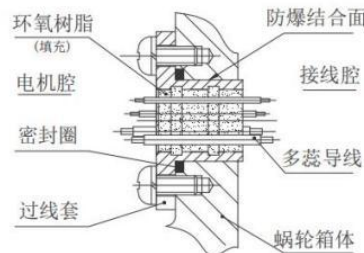

图 3-6 电机腔与电气腔
3.2.13.2 电缆引入装置（电缆直径：Φ10（2 根）、Φ14（1 根）），详见图 3-6。